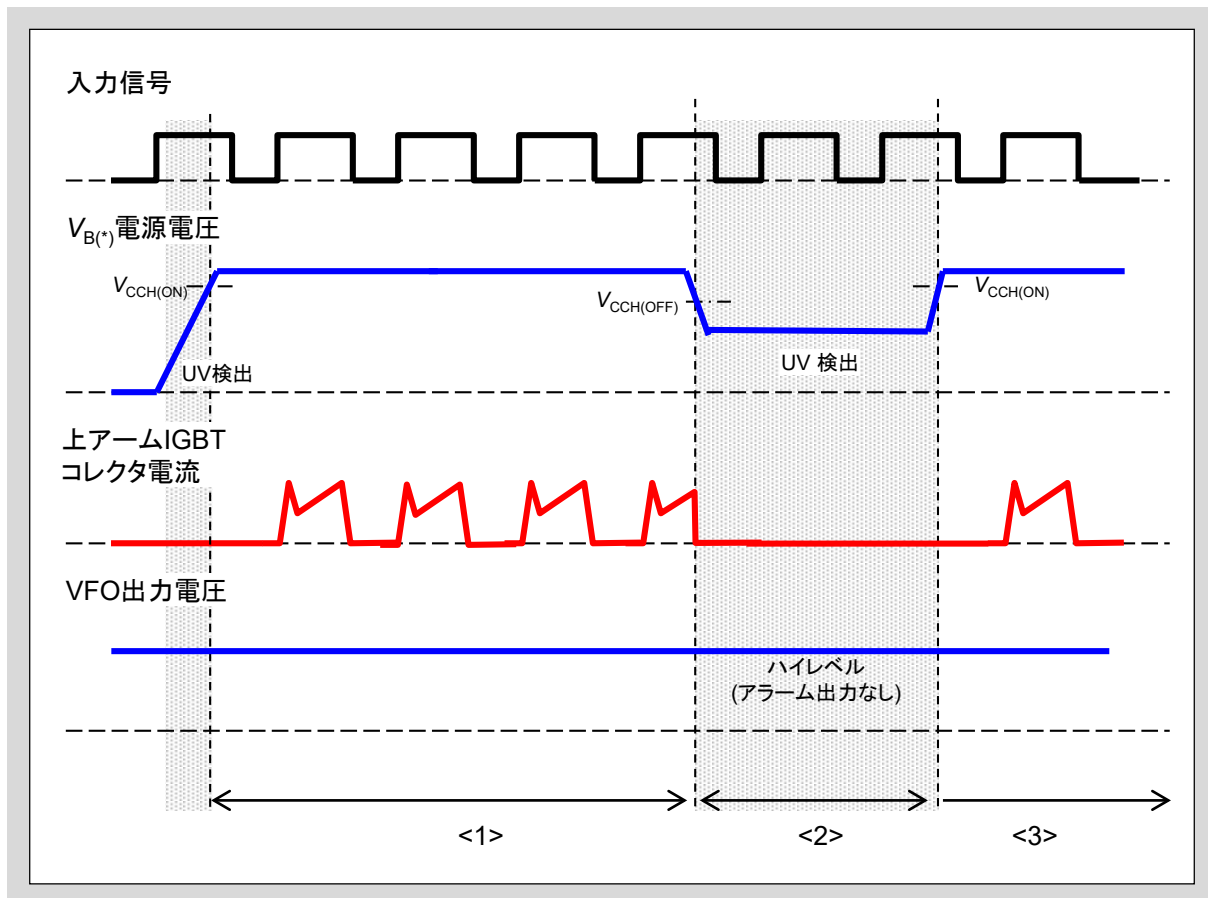

図3-5 VB(U, V, W)の低入力電圧保護動作のシーケンス(ハイサイド)
- 図3-5に $V_{B(*)}$ の低入力電圧保護動作のシーケンスを示します。